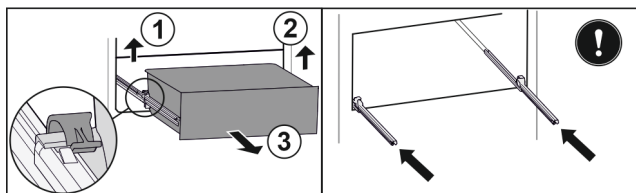

Fig. 80
- ▶ Sollevare il morsetto sinistro e allo stesso tempo tirare in avanti il cassetto sinistro. Fig. 80 (1)
- ▶ Sollevare il morsetto destro e allo stesso tempo tirare in avanti il cassetto destro. Fig. 80 (2)
- ▶ Rimuovere il cassetto tirandolo in avanti. Fig. 80 (3)